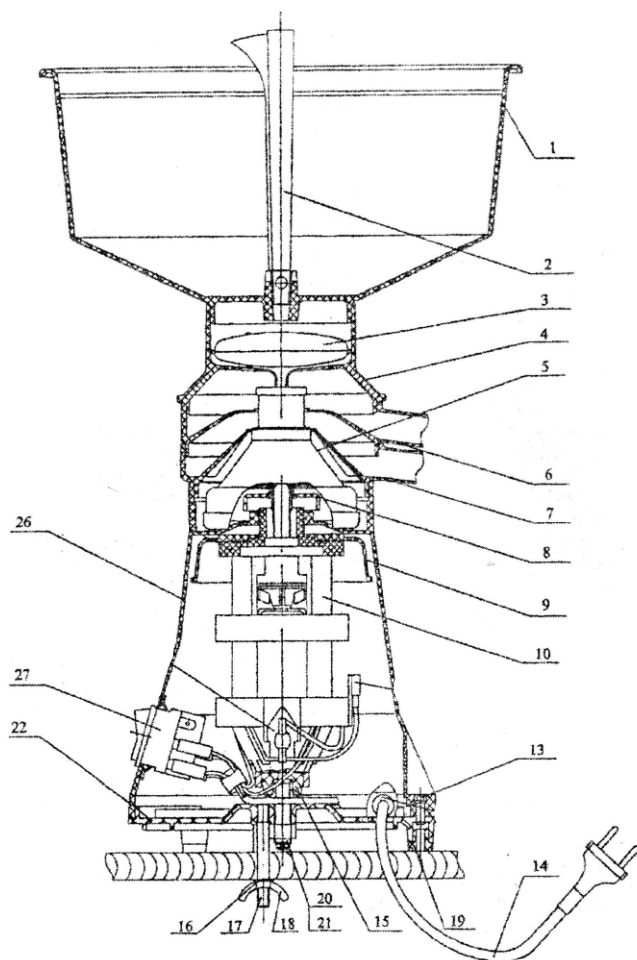
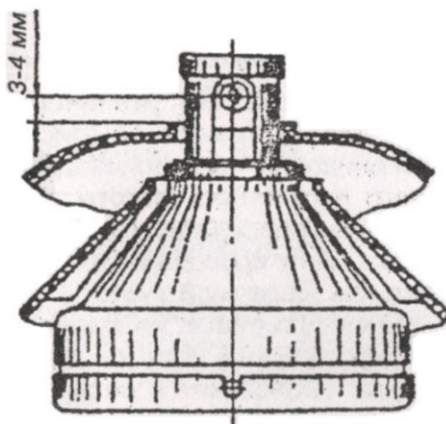

Рисунок 1 - Общий вид электросепаратора
Рисунок 3 – Регулировка барабана
5.2 Электропривод (рис.1) представляет собой пластмассовый корпус, в котором на упругих опорах закреплен электродвигатель.
Посуда (рис.1) состоит из приёмника молока, крана, камеры поплавковой с поплавком, приемника сливок, приемника обезжиренного молока (обраты).
При пониженной жирности молока для увеличения жирности сливок рекомендуется уменьшить подачу молока краном (рис.1).
8.2 Регулировка барабана по высоте (рис.3) производится следующим образом: собранный барабан посадить на вал электродвигателя так, чтобы перемычка втулки основания барабана вошел в прорезь вала электродвигателя. Установить на верхнюю часть электропривода без перекосов приемник обезжиренного молока и сливок. Ослабить гайку 21 (рис.1) и вращением винта регулировочного 20 установить требуемый для нормальной работы электросепаратора зазор не менее 3 мм и не более 4 мм между верхней кромкой конической части приемника сливок и центром винта регулировочного. Не нарушая установленного положения, затянуть гайку 21 (рис.1).